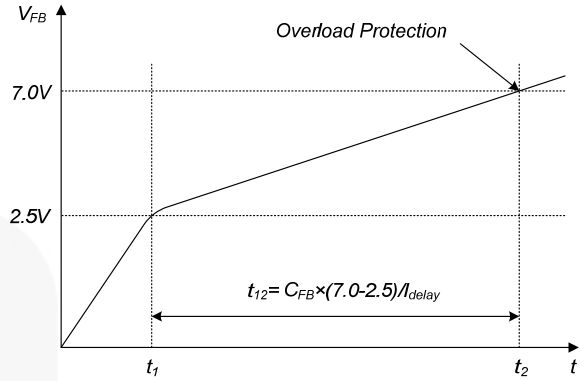

图 21. 过载保护
**4.1 过载保护 (OLP):** 过载定义为负载电流因意外异常事件而超过正常值。这种情况下, 应当触发保护电路, 从而保护 SMPS。然而, 即使 SMPS 在正常运行中, 也可能在负载过渡过程中触发过载保护电路。为了避免出现这种不必要的工作状况, 特定时间后触发过载保护电路确定这是瞬态情况还是真正的过载情况。由于逐脉冲限流能力, 通过 SenseFET 的最大峰值电流受限, 因此, 通过特定的输入电压限制最大输入功率。如果输出消耗的功率超过最大功率, 输出电压 ( $V_{OUT}$ ) 降低至设定电压以下。这会减小通过光电耦合器 LED 的电流, 同时减小光电耦合器晶体管电流, 进而增大反馈电压 ( $V_{FB}$ )。如果  $V_{FB}$  超过 2.5V, D1 受阻, 并且  $2.0\mu A$  的电流源开始缓慢向  $C_{FB}$  充电。在这种情况下,  $V_{FB}$  持续增大直至达到 7.0V, 此时开关操作终止, 如图 21. 所示。关断延时是指通过  $2.0\mu A$  的电流将  $C_{FB}$  从 2.5V 充电至 7.0V 所需的时间。对于多数应用而言, 延时时间为 25 ~ 50 ms。该保护功能在自动重启模式下实现。